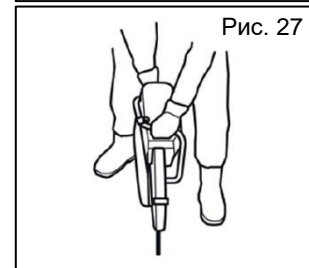

Рис. 27
- Подавайте бензорез вдоль по линии диска. Боковые давления очень опасны и могут повредить диск (Рис. 27);